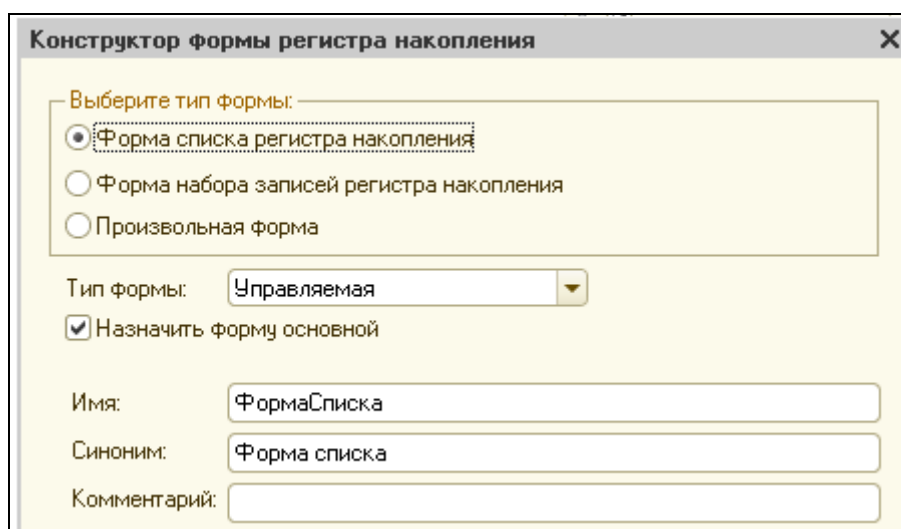

Рисунок 10.9 Конструктор формы регистра накопления
3. Создадим форму регистра накопления с помощью конструктора формы регистра накопления (рис.10.9). Нажать **Готово**. На экране отображается готовая форма регистра накопления.